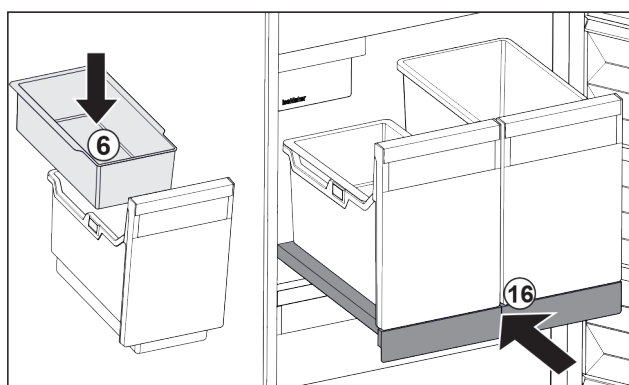

Fig. 108
- Einhängeschale Fig. 108 (6) für Eiswürfel einsetzen.
- Auszugsbord mit Behälter (IceTower) einschieben. Fig. 108 (16)